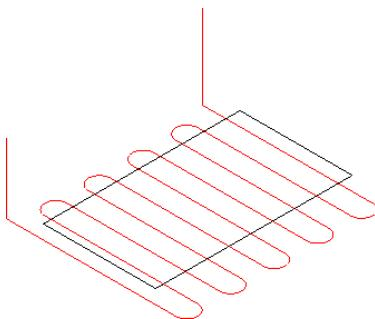

图 9-60 高速回圈方式铣削加工
- 高速回圈：在两切削间产生圆弧过渡的刀具路径，如图 9-60 所示。